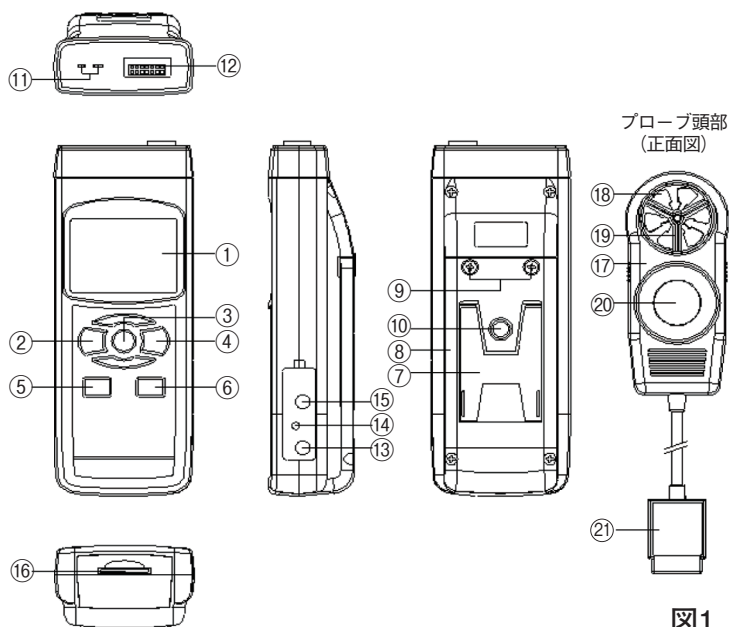

図1
まず初めに、データロガー等の機能を有効にするために、現在時刻等の設定等を行う必要があります。POWER(電源)ボタン(②、図1)を押して、本器の電源を入れます。また、このボタンを2秒以上長押しすると電源が切れます。
電源を入れた状態でSETボタン(⑤、図1)を2秒以上長押しすると「SET dAtE」と表示部(①、図1)に表示され、「初期設定」モードに入ります。そしてNEXTボタン(③、図1)を一回ずつ押す毎に下記の8つの設定画面に切り替わります。
備考: 「初期設定」機能を実行中にESCボタン(②、図1)を押すと、「初期設定」機能が終了し、通常測定画面に戻ります。
- (1) ENTERボタン(④、図1)を1回押します。▲ボタン(⑥、図1)または▼ボタン(⑤、図1)を押して、値を調整してください。希望する値を設定し、再度ENTERボタン(④、図1)を一度押すごとに、次の値の調整に移ります。最初に年(yy)の値を設定し、次に月(mm)の値を設定し、さらに日(dd)、時間(h)、分(m)、秒(s)へと移行します。
- (2) 最後に、ENTERボタン(④、図1)を一回押します。
- (1) ▲ボタン(⑥、図1)または▼ボタン(⑤、図1)を使用して上段に表示されるテキストを「bASIC」または「Euro」に設定します。
- (2) 最後に、ENTERボタン(④、図1)を押します。
- (1) ▲ボタン(⑥、図1)または▼ボタン(⑤、図1)を使用して上段に表示されるテキストを「yES」または「no」に設定します。
(2)最後に、ENTERボタン(④、図1)を押します。
(1)▲ボタン(⑥、図1)または▼ボタン(⑤、図1)を使用して表示部(①、図1)左下に表示される値を「K」または「J」に設定してください。
(1)▲ボタン(⑥、図1)または▼ボタン(⑤、図1)を使用して、画面上段に 表示されるテキストを「C」または「F」に合わせます。
(1)▲ボタン(⑥、図1)または▼ボタン(⑤、図1)を使用して下記のいずれかの値に設定します。
(2)最後に、ENTERボタン(④、図1)を一度押します。
- (1) ▲ボタン(⑥、図1)または▼ボタン(⑤、図1)を押して、上段に表示されるテキストを「yES」または「no」に設定してください。
- (2) 上の値を「yES」に設定し、ENTERボタン(④、図1)をもう一度押すと、画面には「yES Ent」というテキストが表示されるので、本当にSDカードのフォーマットを実行する場合はもう一度ENTERボタン(④、図1)を押し、確定してください。SDカードのフォーマットが行われ、SDカードに保存されている既存のデータが消去されます。
上の値を「no」に設定し、ENTERボタン(④、図1)を押した場合、SDカードはフォーマットされません。
- (1) POWER(電源)ボタン(②、図1)を押して本器の電源を入れます。
- (2) 本器は、以下の4つの測定モードを選択することができます。
FUNC. ボタン(③、図1)を長押しすると、以下の測定モードに順番に切り替わります。
- (1) POWER(電源)ボタン(②、図1)を押して、本器の電源を入れます。
- (2) 測定モードを"An"(風速/温度の測定)に切り替えます。